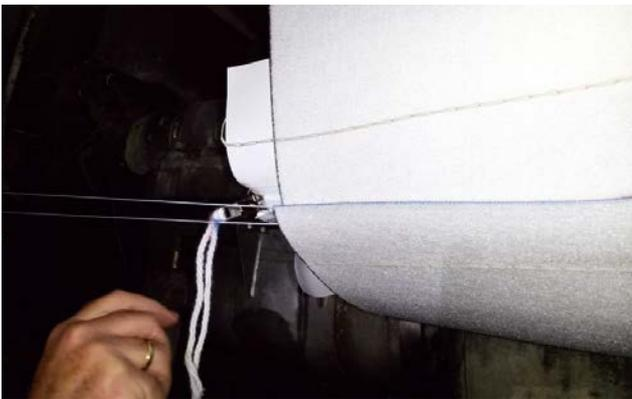

Fig. 4
**En parallèle, retirez les fils de protection,** sans hâte afin de ne pas endommager les œillets de la jonction. (Fig. 4)